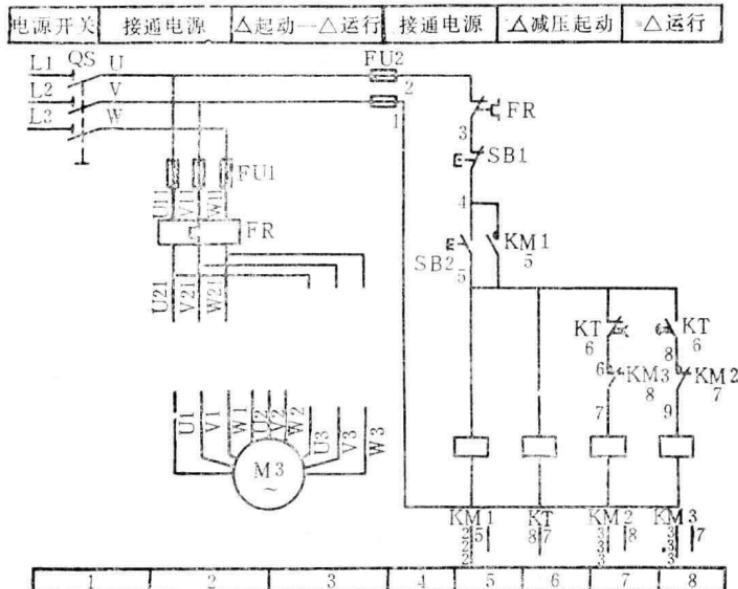

图 5
18. 图 5 为 _____ 控制线路, 请根据控制电路补齐主电路, 并画出起动过程绕组联接图。